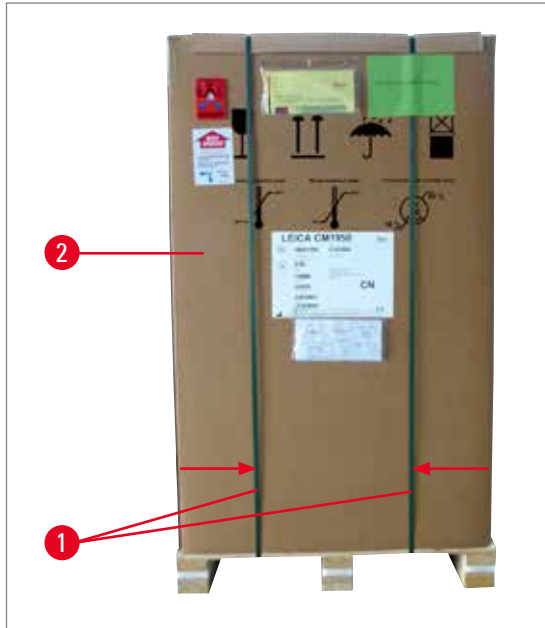

Fig. 1
2. Colóquese junto a la caja y corte las tiras en la ubicación que se muestra (ver las flechas en la (→ Fig. 1)).